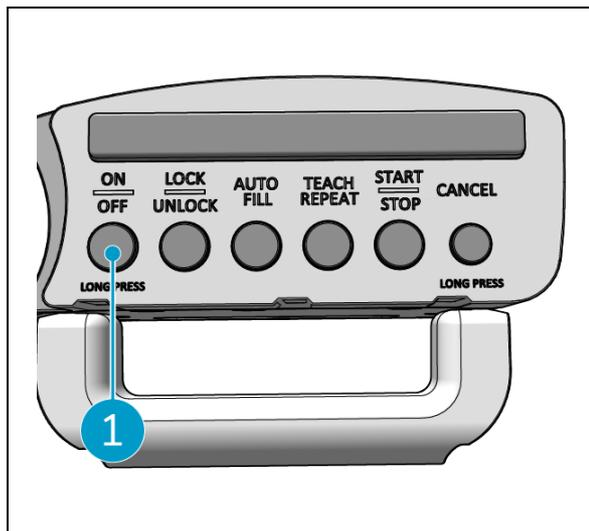

Figura 44
2. Premir e manter premido o botão ON/OFF (Figura 44, pos. 1) no controlador do punho. O botão piscará uma vez a vermelho e as luzes do controlador do punho apagar-se-ão.